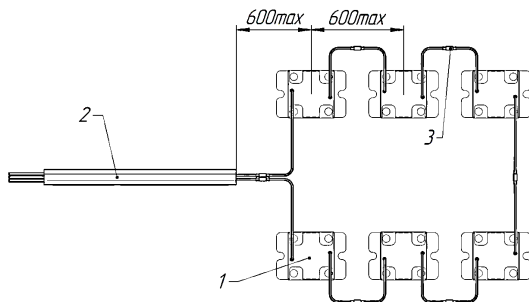
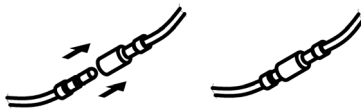

Рисунок 2 — Комплект светильников Geniled Griliato Tetris (на примере Комплекта 42Вт).
Рисунок 5 – Соединение коннекторов «Папа-Мама».
3.2. Комплект светильников Geniled Griliato Tetris состоит из основных частей (см. рисунок 2):
- 5.6. Светодиодные модули соединены между собой при помощи проводов с коннекторами типа «Папа-Мама» (см. рис.5). Максимальное расстояние между центрами светодиодных модулей 600мм (см. рисунок 2). При необходимости увеличения расстояния между светодиодными модулями и между модулями и блоком питания необходимо использовать соединительный провод Geniled 1м (или 2м) с коннекторами «Папа-Мама» (приобретается отдельно). На одно соединение можно устанавливать не более одного соединительного провода.